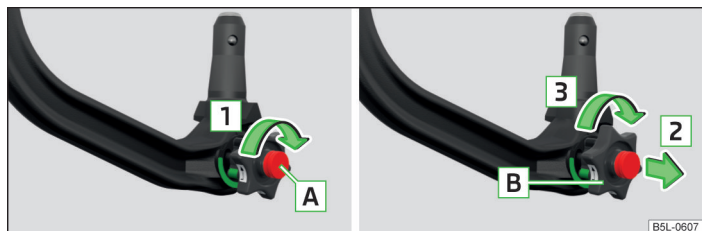

Fig. 127 Ajustar posición de reserva
- Gire la llave **A** en el sentido de la flecha **1** hasta el tope » fig. 127.